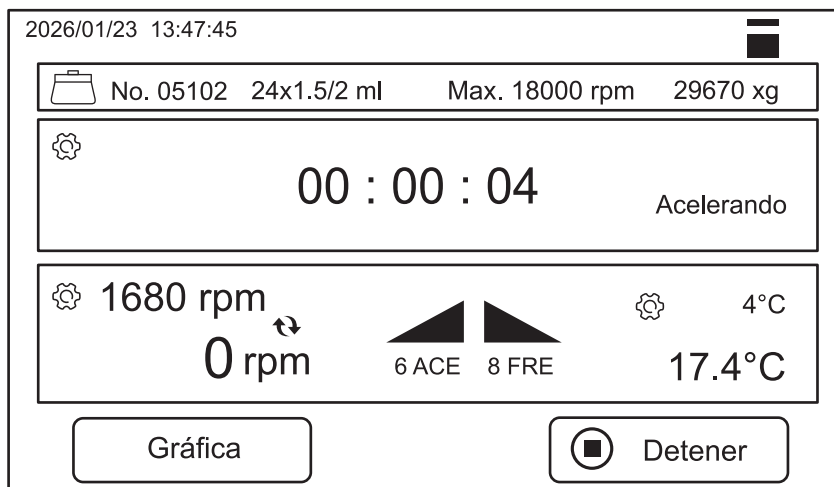

Figura 8.
- Si se opera la centrífuga a través del botón **“Pulsado”**, la interfaz de operación de inicio será como se muestra en la Figura 8.